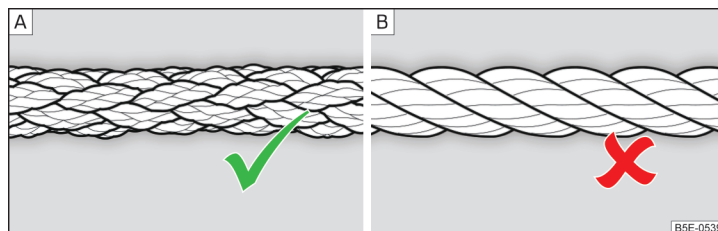

Fig. 253 **Cablul de tractare împletit/cablul de tractare înfășurat**
Pentru tractarea cu ajutorul unui cablu de tractare, folosiți numai un cablu din fibre sintetice » fig. 253 - **A** » **I**.
- La tractare nu utilizați cablu de tractare înfășurat » fig. 253 - [B], cârligul de tractare s-ar putea desface la autovehicul - există pericol de accident.